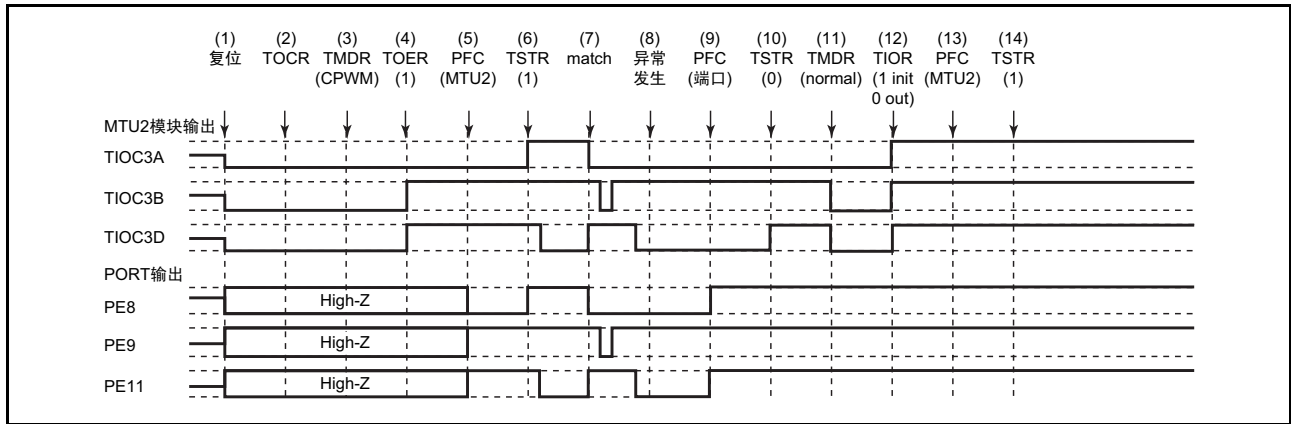

图 12.135 在互补 PWM 模式中发生异常并且在正常模式中恢复的情况
在互补 PWM 模式中发生异常并且重新设定后在正常模式中重新开始的说明如图 12.135 所示。
(1) ~ (10) 和图 12.135 共用。
(11) 必须设定 PWM 模式 1（此模块的输出为低电平）。
(12) 必须通过 TIOR 对引脚进行初始化（在 PWM 模式 1 中不对 TIOC*B 进行初始化）。
(13) 必须通过通用输入/输出端口设定为此模块的输出。
(14) 通过 TSTR 重新开始。
(23) 在互补 PWM 模式的运行过程中发生异常并且在互补 PWM 模式中重新开始时的运行
(11) 必须通过通用输入/输出端口设定为此模块的输出。
(12) 通过 TSTR 重新开始。
(13) 在比较匹配时输出互补 PWM 波形。
(24) 在互补 PWM 模式的运行过程中发生异常并且在互补 PWM 模式中重新开始时的运行
(11) 必须设定正常模式并且设定新的设定值（此模块的输出为低电平）。
(12) 必须通过 TOER 禁止通道 3 和通道 4 的输出。
(13) 必须通过 TOCR 选择互补 PWM 模式的输出电平以及允许或者禁止周期输出。
(14) 设定互补 PWM。
(15) 必须通过 TOER 允许通道 3 和通道 4 的输出。
(16) 必须通过通用输入/输出端口设定为此模块的输出。
(17) 通过 TSTR 重新开始。
(25) 在互补 PWM 模式的运行过程中发生异常并且在复位同步 PWM 模式中重新开始时的运行
(11) 必须设定正常模式（此模块的输出为低电平）。
(13) 必须通过 TOCR 选择复位同步 PWM 模式的输出电平以及允许或者禁止周期输出。
(14) 设定复位同步 PWM。
(26) 在复位同步 PWM 模式的运行过程中发生异常并且在正常模式中重新开始时的运行